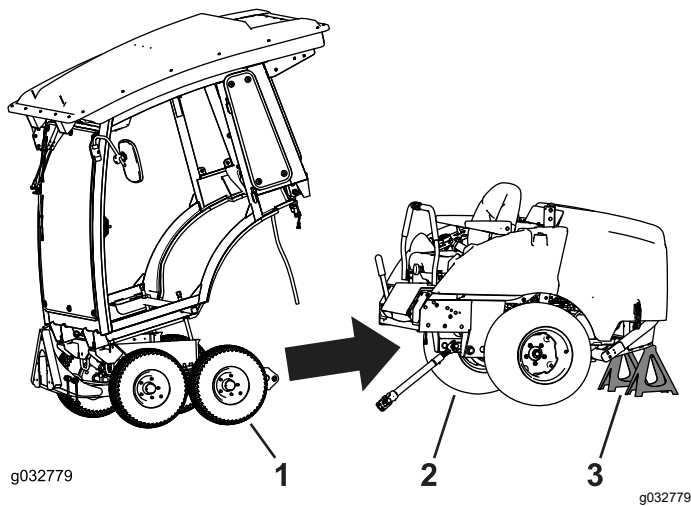

Figura 68
1. Alinee el bastidor de invierno con el bastidor de la máquina, y muévelo hacia atrás (Figura 68).
3. Utilice gatos fijos para apoyar la máquina (Figura 68).